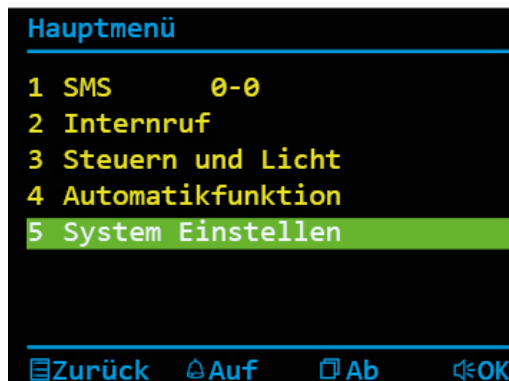

Abb. 33: Menüpunkt Systemeinstellungen
- ▶ Drücken Sie die Bildtaste  oder die Ruf AUS-Taste  und wählen Sie das Menü *System Einstellen* aus (Abb. 33).